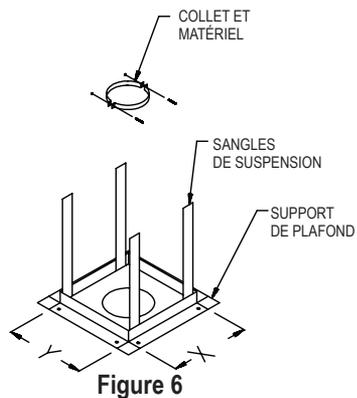

Figure 6
- 3. Support de plafond.** Pour un système supporté par le plafond, installez le support de coupe-feu rectangulaire comme indiqué sur les **figures 6, 7 et 8**. Le support coupe-feu doit être